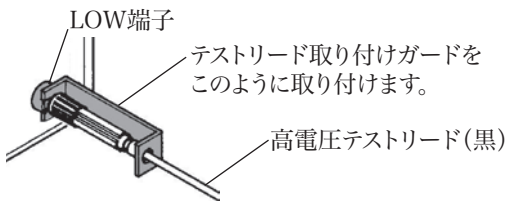

図 3.2 LOW 端子の接続
1. POWER スイッチをオン (I) にします。
2. 図3.2のように付属の高電圧テストリード(黒)を本製品のLOW端子に接続します。